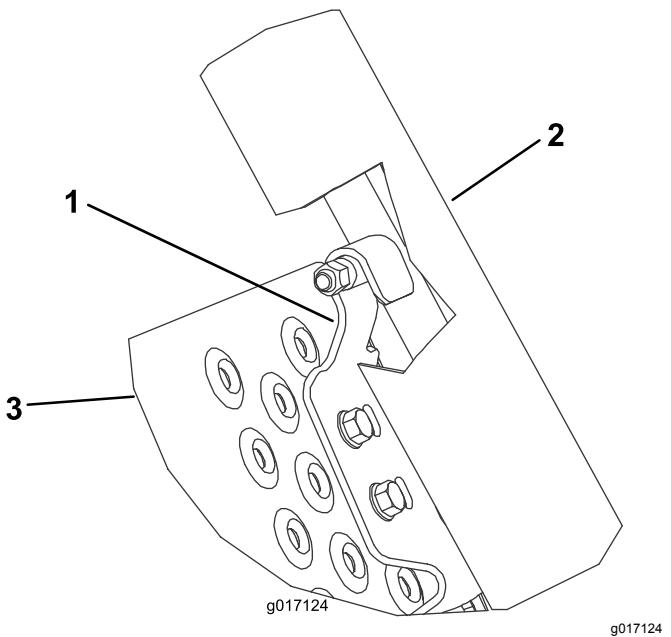

図 4
7. 六角ヘッドねじを、ロードランプの真ん中の穴とゴム製チューブ 2 本とに通す 図 4。
8. ランプの各側にロッキングブラケットを配置するロードランプの下側に合わせて、ロードランプについているコーティングされたピンに引っ掛け、穴をランプにあわせる 図 2 と 図 4。ロッキングブラケット1個に使用する穴は1つだけである。
9. 各ロッキングブラケットをランプに仮止めする $5/16 \times \frac{3}{4}$ " のフランジヘッドねじとフランジナットを使用する図 2 と 図 4。
10. ランプを上げてロックする。ロッキングブラケットがピンに引っかかるように位置を調整し、フランジねじとナットを締め付ける図 2 と 図 4。